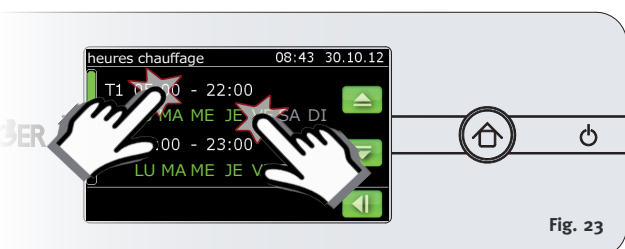

Fig. 23
4. Appuyez sur l'heure située à côté du programme souhaité (Fig. 23). Un clavier numérique est affiché pour l'entrée de l'heure. Entrez l'heure souhaitée et confirmez avec **OK**.
5. Sélectionnez maintenant les jours de la semaine pour lesquels les horaires de chauffage doivent être appliqués. Les jours actifs sont marqués en vert ( Fig. 23).